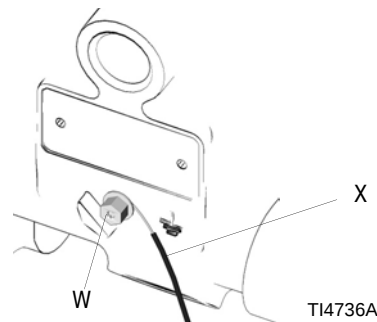

図 1: 接地線の接続
- ポンプ: 図 1。接地ネジ (W) をゆるめます。最小断面積 1.5 mm² (12 AWG) の接地線 (X) の一方の終端を接地ネジの背部に挿入し、ネジをしっかりと締めます。接地線のクランプ側を大地アースに接続します。